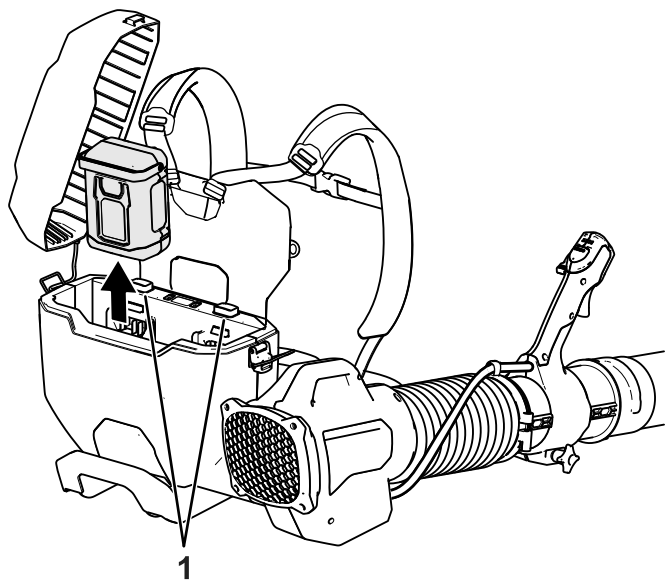

Bild 22
3. Drücken Sie auf den Akkuverriegelungsknopf und heben Sie den/die Akku(s) aus dem Rucksack (Bild 22).